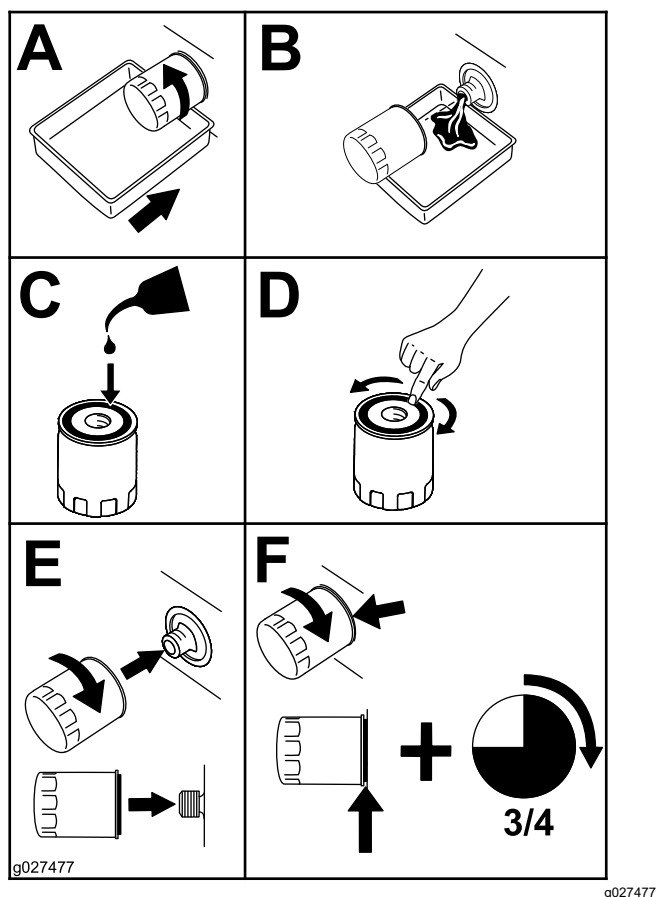

Рисунок 48
4. Замените масляный фильтр двигателя, как показано на Рисунок 48.